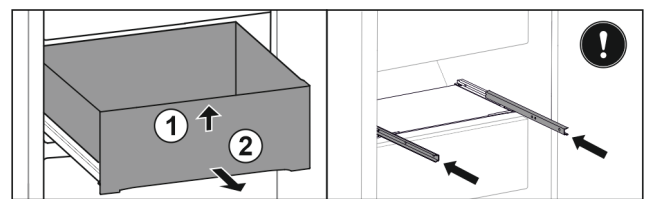

Fig. 125
- ▶ Повдигнете чекмеджето отпред. Fig. 125 (1)
- ▶ Извадете чекмеджето напред. Fig. 125 (2)